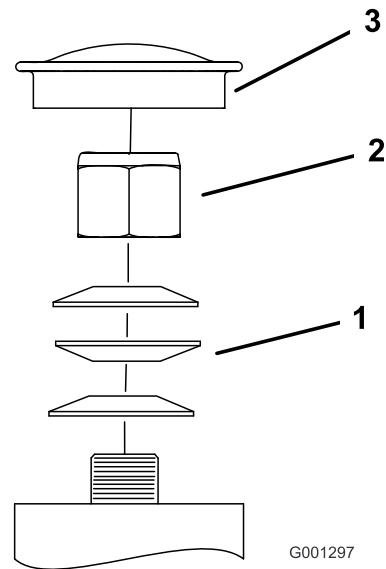

Figura 52
3. Retire el tapón anti-polvo de la rueda giratoria y apriete la contratuerca (Figura 52).
4. Apriete la contratuerca hasta que las arandelas de muelle estén planas, luego afloje la contratuerca 1/4 de vuelta para establecer la pre-carga correcta de los cojinetes (Figura 52).
Importante: Asegúrese de que las arandelas de muelle están correctamente instaladas, según se muestra en Figura 52.
5. Coloque el tapón anti-polvo (Figura 52).